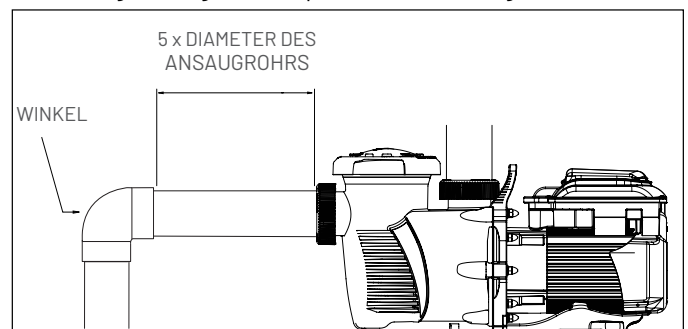

Abbildung 2: Empfohlene Verrohrung
4. Pentair empfiehlt für die meisten Installationen den Einbau eines Ventils sowohl auf der Pumpenansaugseite als auch in der Rücklaufleitung, damit die Pumpe während einer vorgesehenen Wartung isoliert werden kann. Wir empfehlen jedoch auch, ein Ventil, einen Winkel oder ein T-Stück in der Ansaugleitung nicht näher an der Vorderseite der Pumpe zu montieren, als in einem Abstand, der dem fünffachen (5) Durchmesser der Ansaugleitung entspricht. Das Rohr sollte in der Nähe des Saug- und Druckstutzens der Pumpe abgestützt werden, um die Belastung auf die Pumpe zu verringern. Die Rohrverbindungen nicht zu fest anziehen. Verwenden Sie nur Dichtstoffe für Kunststoffe. Verwenden Sie keine Produkte auf Erdölbasis. Die Saugleitung muss unbedingt dicht sein. Die Saugleitung muss immer mindestens die gleiche Größe haben wie die Saugöffnung der Pumpe. Siehe Abbildung 2.